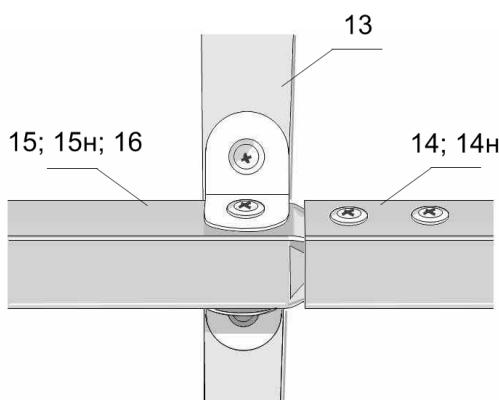

Рис. 15
3.10.1. Установите две 2м. секции напротив друг друга. Придвиньте 2м. секцию к другой двухметровой секции до плотного совмещения деталей № 14н и 15н , № 14 и № 15. В узлах соединений стрингера произведите крепление саморезами (см. рис.15).
3.10.3. Аналогично присоединяется двухметровое удлинение теплицы со стрингерами №16 к торцевой двухметровой секции со стрингерами № 15н; 15 (см рис. 15).